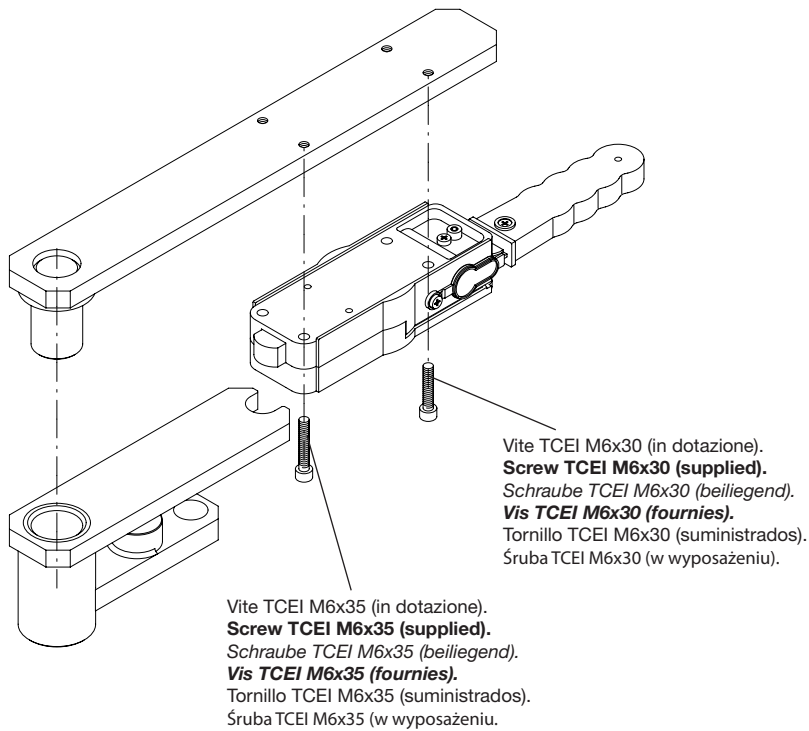

Fig.4
- 3 Manuelle Entriegelung an Flügelhalterungsbügel gemäß Abb. 4 vormontieren.